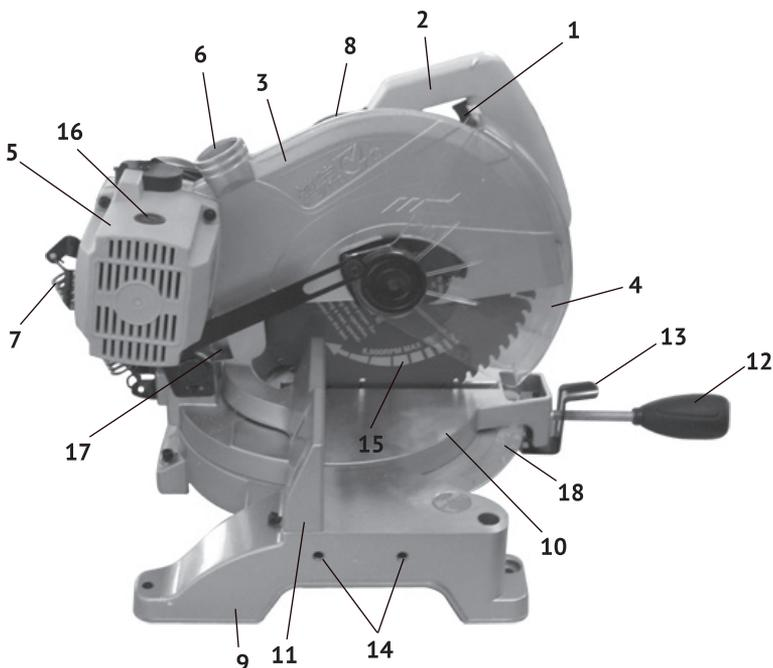
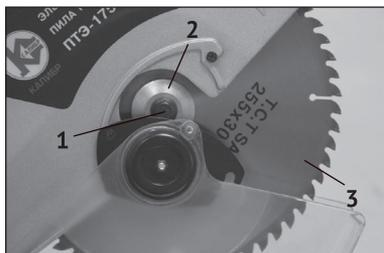

рис.1
рис.4
1.1.3 Основным несущим узлом режущего блока пилы является металлический корпус редуктора, выполненный заодно с верхним защитным кожухом диска (рис.1 поз.3). К корпусу крепится пластиковый корпус двигателя (рис.1 поз.5). С противоположной стороны к редуктору крепится рукоятка. Вертикальное перемещение режущего блока для реза обеспечивает ось, закреплённая между двумя опорами рабочего стола, выполненных в виде кронштейнов. Возвратная пружина (рис.1 поз.7) возвращает режущий блок в исходное положение.
1.1.4 Рабочий стол (рис.1 поз.10), вместе с режущим блоком, имеет возможность смещения (вправо/влево) относительно основания (рис.1 поз.9) и параллельного упора (рис.1 поз.11), в который упирается обрабатываемая заготовка. Таким образом обеспечивается косой (от 0 до 45°) рез материала (брус, доска, планка и т.п.). В комплект поставки входят две дополнительные опоры для поддержки длинномерных заготовок, которые крепятся к основанию пилы в отверстия (рис.1 поз.14) с двух сторон.
- проверьте работоспособность выключателя электродвигателя инструмента. Не подключая пилу к электросети, нажмите и отпустите клавишу выключателя (рис.1 поз.1) – она без задержек должна возвратиться в исходное положение;
- включение/выключение пилы осуществляется нажатием на клавишу выключателя (рис.1 поз.1), при отпускании клавиши двигатель отключается. Подвижной защитный кожух будет подниматься автоматически по мере опускания режущего блока.
- отведите подвижный защитный кожух (рис.1 поз.4) вверх до упора, чтобы иметь свободный доступ к шпинделю (рис.4 поз.1). Заблокируйте вращение шпинделя нажатием кнопки фиксации, расположенной на
корпусе режущего блока, между рукояткой (рис.1 поз.2) и верхним кожухом;
- с помощью специального ключа открутите фиксирующий болт диска, снимите внешний прижимной фланец (рис.4 поз.2) и пильный диск (рис.4 поз.3) вместе с опорным фланцем со шпинделя;
- для установки угла поворота ослабьте фиксирующую рукоятку поворотного основания (рис.1 поз.12) рабочего стола;
- нажав рычаг фиксатора (рис.1 поз.13) установите необходимый угол распила и отпустите рычаг, надёжно затяните фиксирующую рукоятку поворота рабочего стола.
- во время работы для эффективного отвода пыли из зоны пиления подключите пылесос или установите штатный пылесборник на отверстие отвода стружки (рис.1 поз.6);
- для замены щёток необходимо открутить крышки щёткодержателей (рис.1 поз.16) на корпусе двигателя, вынуть использованные щётки из щёткодержателей, заменить их новыми и закрутить крышки щёткодержателей. Щётки следует менять парой, для обеспечения их равного давления на коллектор якоря;
- для замены ремня необходимо: снять защитный кожух (рис.1 поз.8), проворачивая ведомый шкив, снять ремень. Очистив вал якоря (является шкивом ведущим), шкив ведомый и кожух ремня, установить новый ремень и прикрутить защитный кожух;